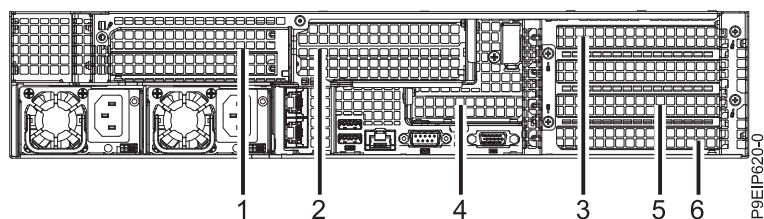

Figura 53. Posiciones del adaptador PCIe 9006-22P
2. Un adaptador puede compartir una tarjeta de expansión PCIe con otros adaptadores. Etiquete y extraiga los cables y enchufes que salen de los adaptadores. Consulte la Figura 53 en la página 89.